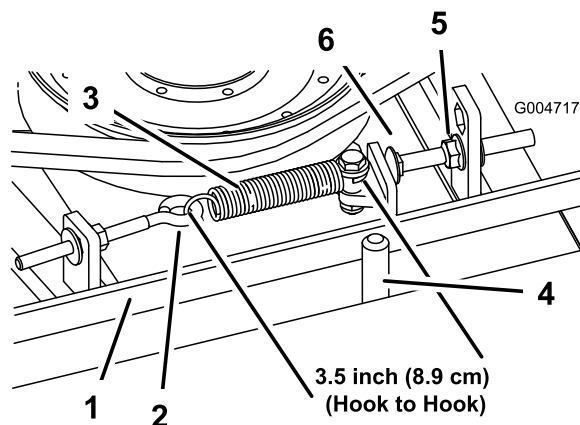

Figure 97
Lorsqu'il est correctement tendu, le ressort d'extension (d'un crochet à l'autre) doit mesurer environ $8,9 \text{ cm} \pm 6 \text{ mm}$ (intérieur). Lorsque le ressort est correctement tendu, ajustez le boulon de butée (boulon de carrosserie) jusqu'à obtention d'un jeu d'environ $3,2 \text{ mm} \pm 1,5/0,0 \text{ mm}$ entre la tête du boulon et le bras de la poulie de tension (Figure 97).
Remarque: La courroie doit être placée du côté ressort du guide (Figure 97).
2. Desserrez le boulon à œil pour pouvoir enlever le ressort d'extension (Figure 97).
3. Desserrez l'écrou à embase qui fixe le boulon de butée à la patte de montage. Reculez l'écrou suffisamment pour que le bras de la poulie de tension passe le boulon de butée (Figure 97). Éloignez la poulie de tension de la courroie pour détendre cette dernière.
8. Raccrochez le ressort d'extension (Figure 97) au boulon à œil et tendez la courroie comme suit :